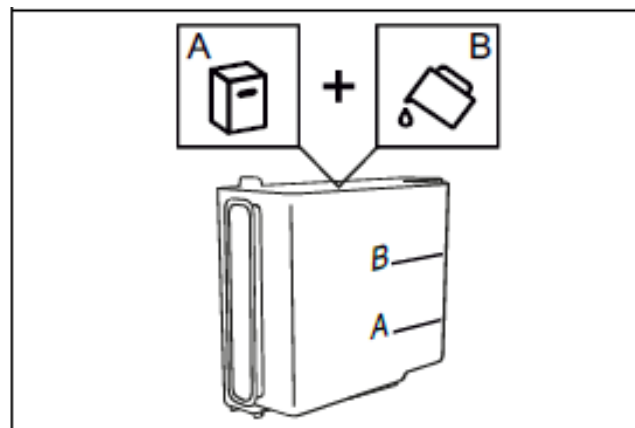

Рис. 56
- «Добавьте средство для удаления накипи (до уровня A)» (рис. 56): залейте средство в резервуар до уровня A, отмеченного внутри резервуара (соответствует одной упаковке 100 мл); затем добавьте воду (один литр) до уровня B; установите резервуар на место. Нажмите > NEXT.